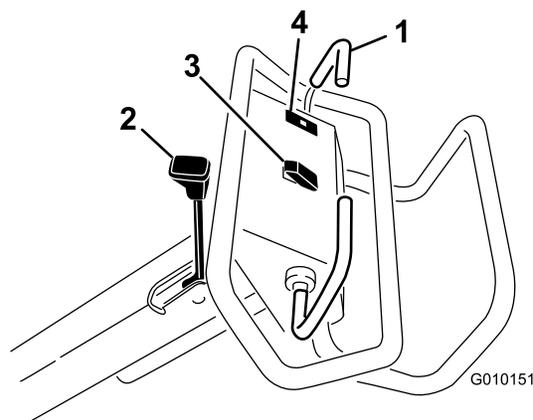

Figura 12
Per avanzare, portate la leva della trazione in avanti. Per spostarsi in retromarcia, tirare indietro la leva della trazione (Figura 12).
Per innestare il freno di stazionamento spostate la leva verso il motore. Per disinnestare il freno di stazionamento spostate in avanti la leva (Figura 12).
La spia luminosa della pressione dell'olio (Figura 12) si accende quando la pressione dell'olio motore scende sotto il livello di sicurezza. In caso di bassa pressione dell'olio, spegnete il motore e risalite alla causa del problema. Riparate il danno prima di riavviare il motore.
**Sollevamento** – Premete la parte superiore dell'interruttore (Figura 12) per sollevare e disinnestare la testa di carotaggio. Il motore deve girare per generare la pressione di sollevamento. Se la testa di carotaggio si trova al di sotto dell'altezza di trasferimento, vedere Reset del circuito di controllo del sistema.
**Abbassamento/Innesto** – Premete la parte inferiore dell'interruttore (Figura 12) per abbassare la testa di carotaggio e innestarla. Per attivare l'interruttore la leva di trazione deve essere spostata in avanti.